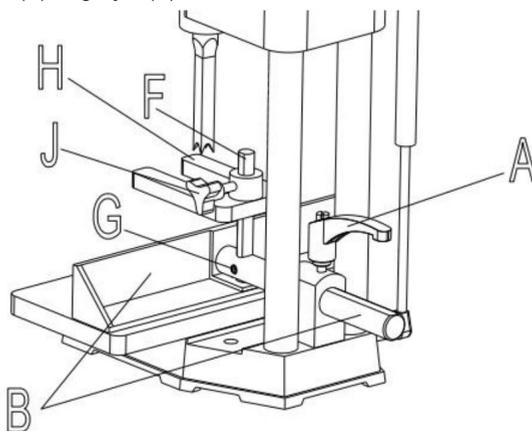

Fig.7
1. Localisez l'ensemble de la poignée et retirez la vis (A) Fig.7 et le ressort (B) de la poignée (C). Séparer la poignée (C) du goujon (D).
2. Insérez la barre de l'assemblage de clôture (E) Fig. 7, à travers le trou de la colonne comme indiqué. Serrez la poignée (C) contre le plat de la barre de clôture pour maintenir la clôture en position.
3. Insérez la barre (F) Fig. 7, dans le trou situé sur le dessus de la clôture comme indiqué, et serrez l'ensemble vis (G) contre méplat sur la barre (F).
4. Assemblez le support (H) Fig. 7, sur la barre (F) comme indiqué, et serrez vis de réglage (J) contre le plat de la barre.